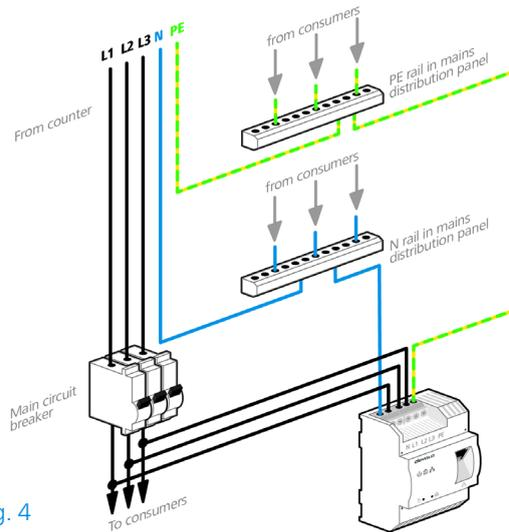

Fig. 4
- **Branchement triphasé** : le conducteur de neutre et le premier conducteur de phase sont branchés sur les bornes **N**, **L1**, **L2** et **L3**. La **tension électrique** est appliquée aux bornes **N** et **L1** (voir la fig. 4).